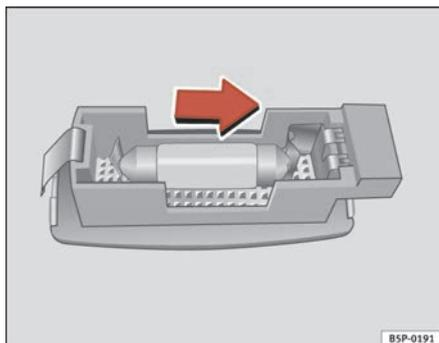

Fig. 202 Démontage de l'éclairage du pare-soleil
- Retirez le feu avec précaution en utilisant la partie plate du tournevis comme indiqué sur la figure ⇒ fig. 202.
- Retirez la lampe en la bougeant dans le sens de la flèche et vers l'extérieur ⇒ fig. 202. ■